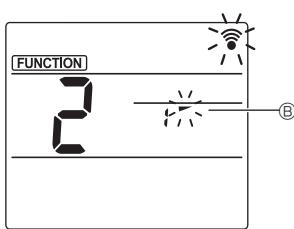

Fig. 3-3
- ③ Luftklappenwinkel einstellen (Fig. 3-3)